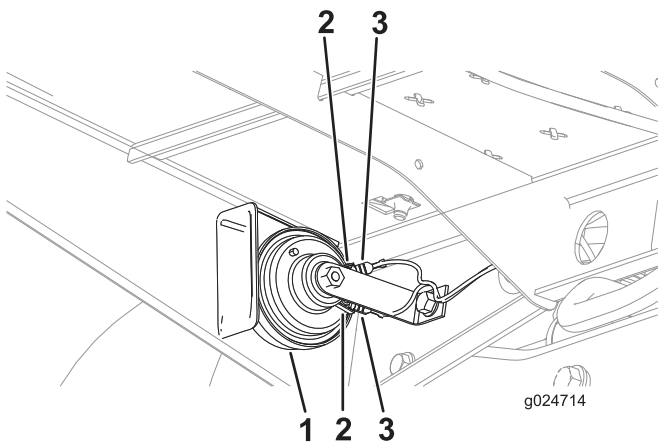

Bild 10
4. Schließen Sie das Ende des Kabelbaums mit den zwei Anschlussklemmen an den zwei Anschlussklemmen an der Hupe an (Bild 10).